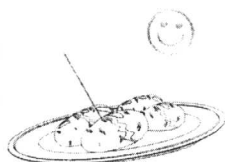

图 1-14 烹调表面无孔的食品先插孔
(2)表面无孔的食物,如蛋、板栗、土豆、香肠,请去皮或在外皮上开一裂缝、叉几个小孔,否则受热膨胀,可能发生爆炸,如图 1-14 所示。